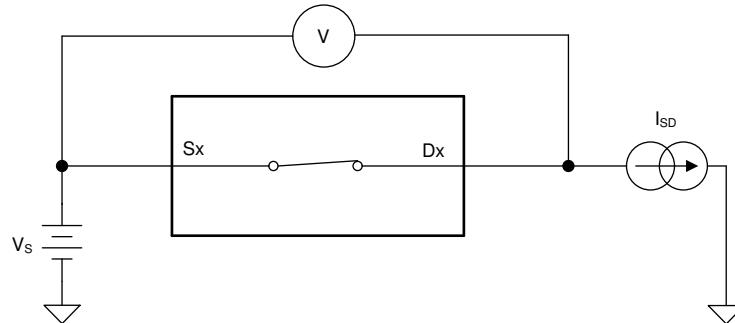

図 6-1. オン抵抗測定時の構成
デバイスのオン抵抗は、デバイスのソースピン (S_x) とドレインピン (D_x) の間の抵抗値 (Ω) です。オン抵抗は、入力電圧と電源電圧によって変化します。オン抵抗は、記号 R_{ON} を使用して示されます。 R_{ON} の測定時に使用する設定を 図 6-1 に示します。この設定を使用して電圧 (V) と電流 (I_{SD}) を測定し、 $R_{ON} = V / I_{SD}$ で計算します: